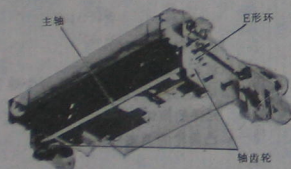

图 1-55 轴齿轮的安装
1) 参照图 1-55, 将两个轴齿轮安装到主轴上。然后, 用 E 形卡环将其卡住。